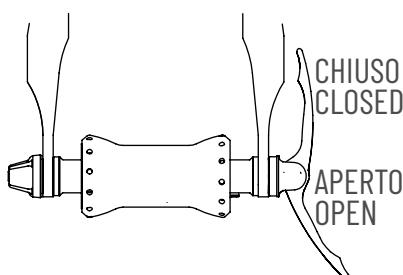

FIG. 7
- Controllate che le ruote siano saldamente ancorate al telaio con il bloccaggio chiuso in posizione corretta (Fig. 7). Alzate una ruota e spingetevi con forza più volte sul pneumatico; la ruota non deve muoversi o sganciarsi; ugualmente con l'altra ruota.